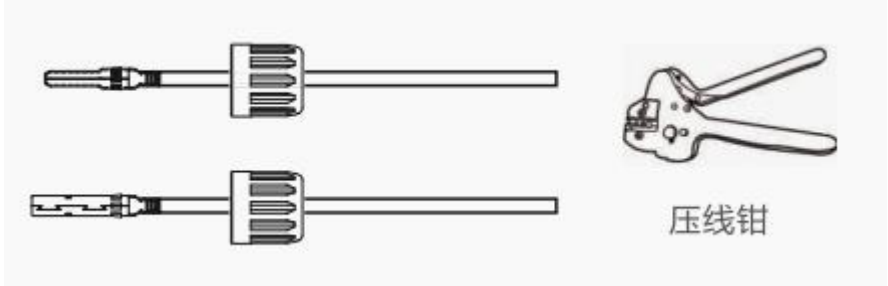

图 3.5 压接
3. 用专用压线钳将金属端子压接到线缆上，如图 3.5 所示：